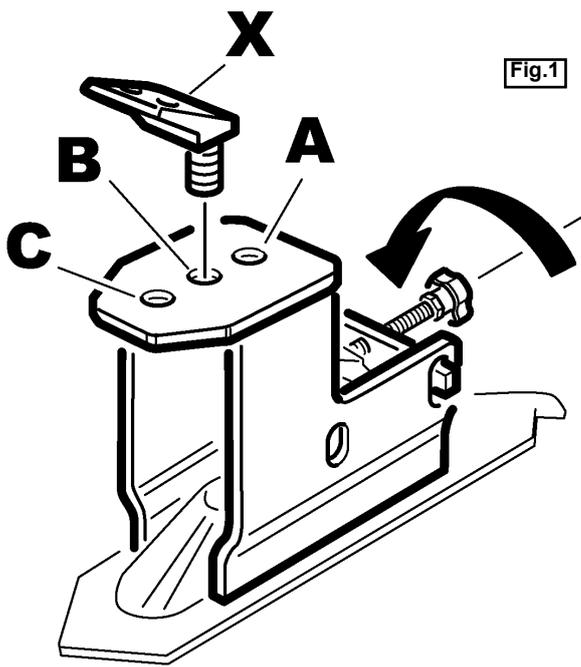

Fig.1
Il cuneo di bloccaggio (**X**) deve essere inserito nel foro **A**. In caso contrario, svitare il dado sotto al cuneo, posizionare il cuneo nel foro indicato (Fig.1) e serrare. **Il cuneo di bloccaggio deve sempre essere posizionato con i tasselli in plastica rivolti verso l'interno.**
*The locking clamp (X) must stay in hole A. If it is not set in position, unscrew the nut, set the clamp into the mentioned hole (fig. 1) and tighten. **Note: the locking clamp must always be set with the plastic parts placed inwards.***
*Die Sperrklaue (X) soll ins Loch **A** eingefügt werden. Wenn sie nicht schon in Stelle ist, die Mutter abschrauben, die Klaue ins Loch einfügen (Abb.1) und alles festmachen. **Anm.: die Sperrklaue soll immer mit den nach innen gewandten Kunststoffstücken positioniert werden.***